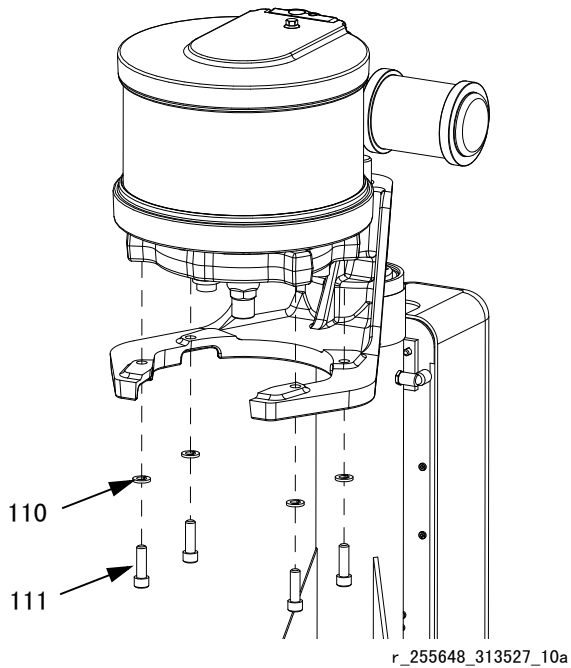

图 28
1. 用螺丝（ 111 ）和垫圈（ 110 ）将马达装在安装支架上。参见图 28。